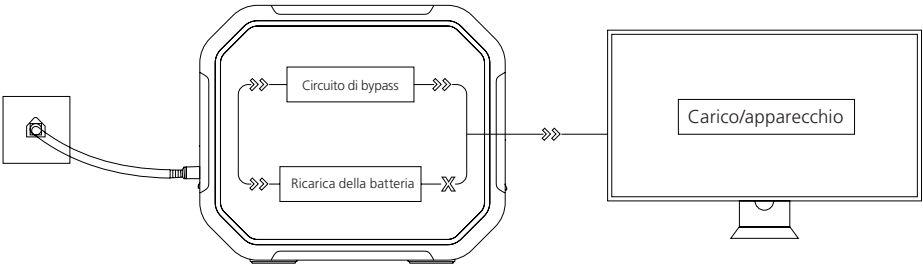

Fig. 1
- Come mostrato nella Fig. 1 qui sotto, quando il prodotto è collegato tra la presa di corrente e l'apparecchio elettrico e l'alimentazione e l'interruttore CA del prodotto sono accesi, il prodotto entra in modalità operativa UPS. L'alimentazione CA dalla presa fornisce energia all'apparecchio elettrico tramite il circuito di bypass e contemporaneamente carica il prodotto.